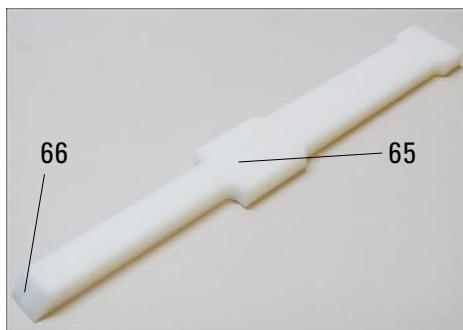

Fig. 31
- Enlever régulièrement (de préférence avant que les porte-objets glissent mal) la poussière de verre et les débris éventuels en utilisant le grattoir (65) en plastique blanc fourni (fig. 31). Appuyer fortement avec la pince (66) afin de nettoyer les angles en premier lieu.